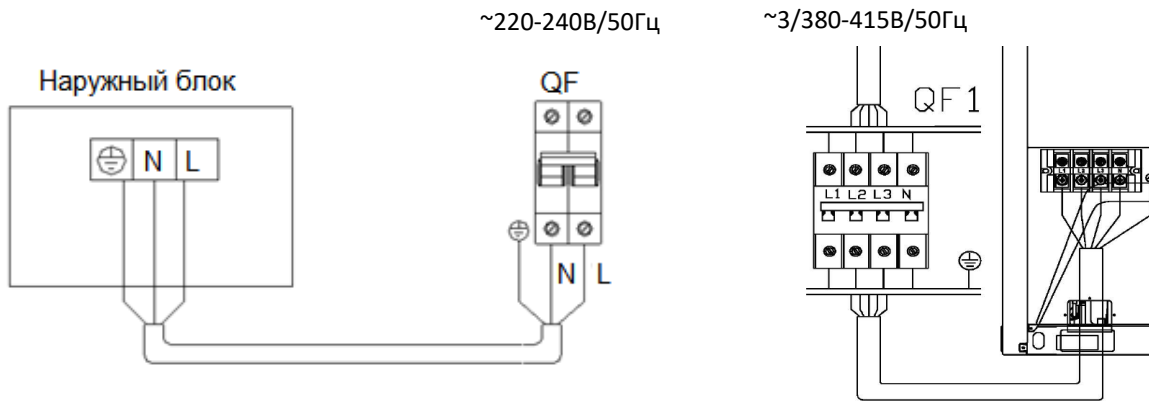

Рис.2.8
- **Схема подключения наружных блоков к сети электропитания 220В и 380В (рис.2.8)**